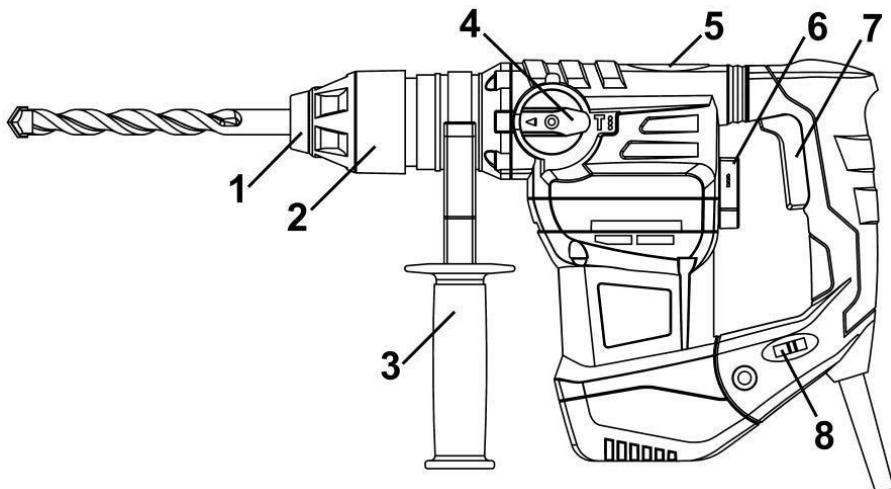

Рисунок 1
- Ударно-обертельний режим - перемикач (4) (верхній) в положенні , перемикач (6) (задній) в положенні .
- Ударний режим - перемикач (4) в положенні , перемикач (6) в положенні .
- Обертальний режим - перемикач (4) в положенні , перемикач (6) в положенні .
**4.2** Для ввімкнення виробу натисніть на курок вимикача (7) (рис.1). Для відключення виробу слід курок відпустити.